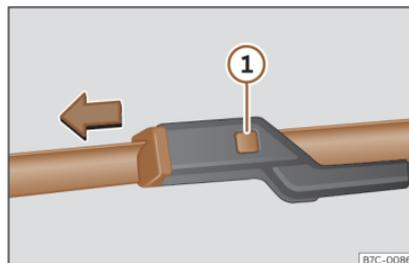

Fig. 41 Sostituzione delle spazzole dei tergicristalli.
- Mantenere premuto il tasto di sblocco » fig. 41 ❶ tirando leggermente la spazzola nel senso della freccia.